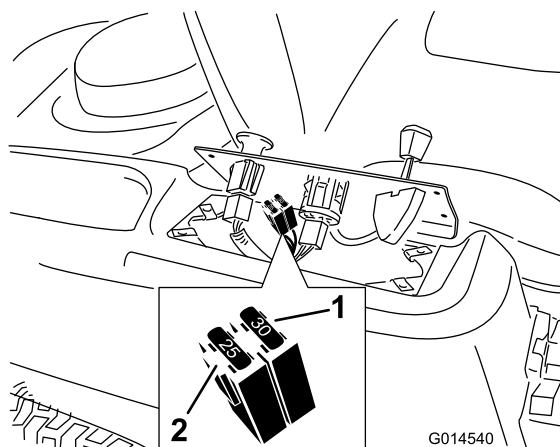

Bild 39
- Heben Sie das Armaturenbrett an, um an den Hauptkabelbaum und den Sicherungsblock zu gelangen (Bild 39).
- Ziehen Sie die Sicherung zum Wechseln heraus (Bild 39).